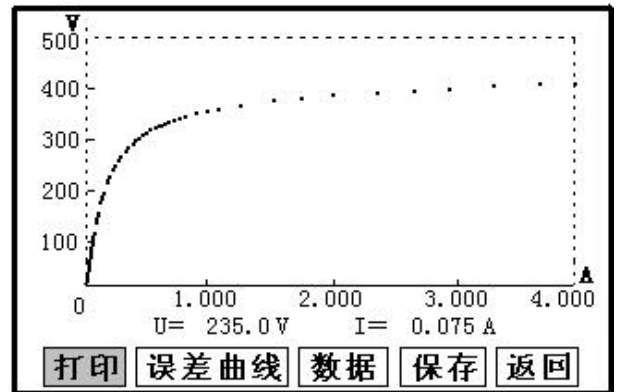

图 7
接线图见(图 6)，测试仪的 K1、K2 为电压输出端，试验时将 K1、K2 分别接互感器的 S1、S2 (互感器的所有端子的连线都应用开)。合上功率开关，设置完毕按“开始”键后，再按下“确定”键，即可进入试验界面。试验开始后仪器将自动升压、升流并在界面上实时显示电压、电流值。当实际电压、电流值达到设置输出电压或输出电流值时试验结束，调压器回零后，切断电压输出，显示拐点电压、电流值，并绘出伏安特性曲线图。(见图 7)
试验结束后，屏幕显示出伏安特性测试曲线（见图 7）。该界面上各操作功能如下：
- **误差曲线**：在图 7 的界面中，将光标移至“误差曲线”选定后，屏上
如果用户想查看或转存其中的某一个记录，可以将光标移动到该组记录，点击后液晶屏上会显示此记录的伏安特性曲线，如图 7 所示，在此界面下，用户可以打印，计算误差曲线，查询拐点、数据等功能。